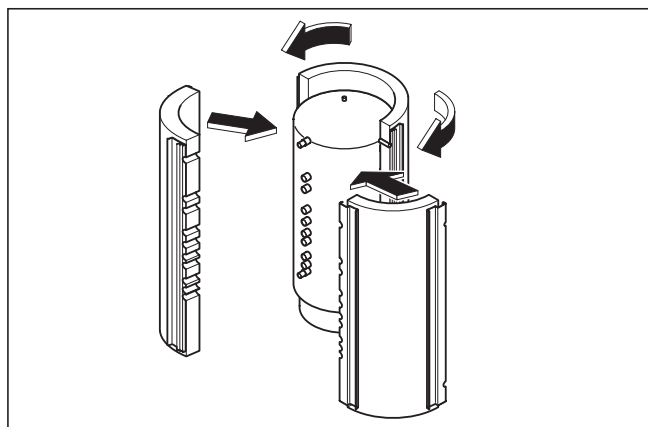

Fig. 4.4 Applicazione delle guaine isolanti
- Avvolgere la guaina isolante grande (anteriore) partendo dal lato anteriore e procedendo attorno al bollitore multifunzione, come mostrato nella fig. 4.4.